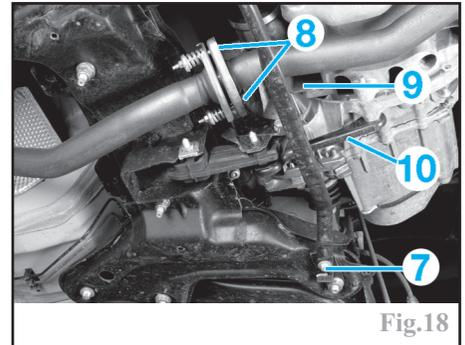

Fig.18
Déposer la biellette anti-basculément (10) (Fig.18).